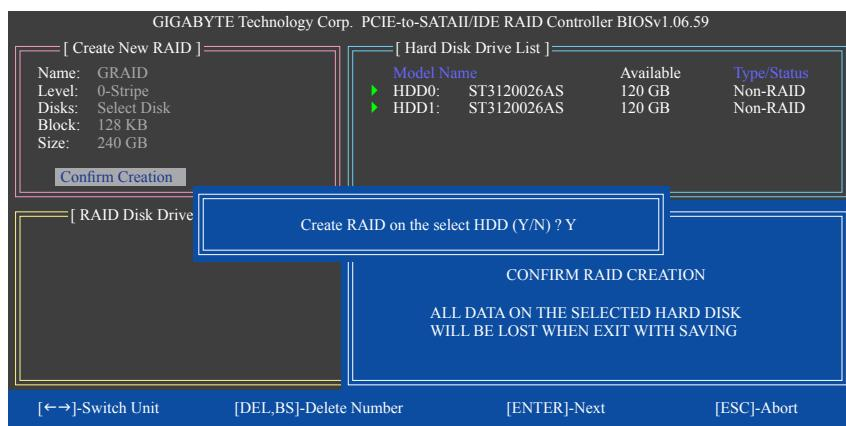

图7
- 确认建立磁盘阵列(Confirm Creation): 完成以上设置后光标将自动跳至「Confirm Creation」项目, 按<Enter>键, 当确认信息出现时, 确定制作磁盘阵列按<Y>, 取消请按<N> (图7)。